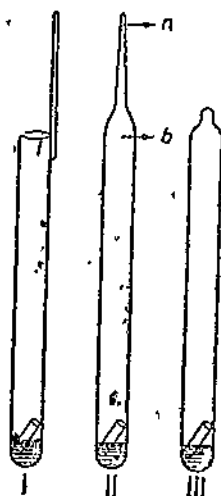

Рис. 76. Запаивание трубок.
2. Держа трубку под углом в 45° , нагревают, все время вращая, ее открытый конец сначала на малом светящемся пламени паяльной горелки, а затем сильным несветящимся пламенем, до размягчения стекла. К размягченному стеклу приплавливают нагретую стеклянную палочку (рис. 75 I), начинают греть несколько ниже и размягченное стекло сразу вытягивают в узкую трубочку II. Отрезав капилляр около *a*, нагревают вблизи *b*, снова вытягивают, нагревают несколько ниже *b*, опять вытягивают и т. д. В результате получается ровный переход трубки в острый конец. Производя короткое вращательное движение то в одну, то в другую сторону, нагревают узкий конец небольшим пламенем. Мягкое стекло спадает при этом в толстостенный капилляр, который потом запаивают (рис. 76).